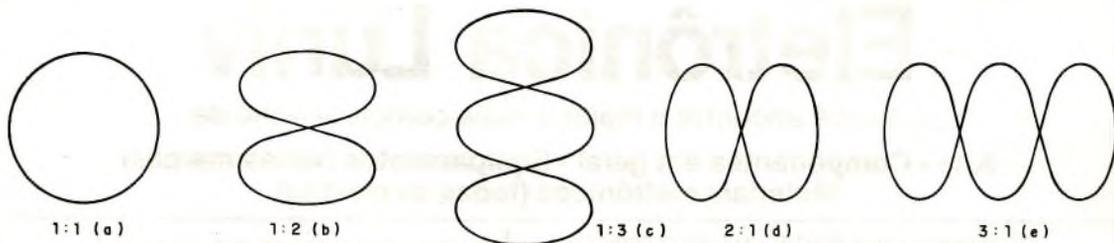

Figura 4
Logicamente, o sinal que serve de referência deve ter a frequência conhecida. Cabe aqui dizer que o sinal de referência deve vir de um gerador que tenha um desempenho uniforme em toda faixa de frequências que se pretende analisar. Na realidade, a precisão da medição de frequência ou período, pelo processo das figuras de Lissajous, depende diretamente da calibração do gerador que serve de padrão. A figura 4 mostra algumas figuras de Lissajous quando se analisa um sinal senoidal.
O gerador que serve de padrão deve gerar também um sinal senoidal. Como pode-se observar na figura 4, a figura de Lissajous toma uma forma que é determinada pela relação entre a frequência do sinal que está sendo analisado e a frequência do sinal de referência. Em (a) a relação é de 1:1. Isto significa que a frequência do sinal analisado (desconhecido) é igual à frequência do sinal de referência. Se a frequência do sinal de referência é conhecida, então a frequência do sinal analisado também se tornará conhecida. Em (b) a frequência do sinal de referência é 2 vezes maior que a frequência do sinal analisado. Em (e) a relação é de 3:1. Isto significa que agora a frequência do sinal analisado é 3 vezes maior que o sinal de referência. Como se pode ver, tendo-se um gerador padrão que gere uma frequência de referência que pode ser ajustada dentro da faixa onde se encontra a frequência do sinal desconhecido, pode-se conseguir medir a frequência do sinal desconhecido com muito boa precisão. Se, após determinada a frequência de um sinal desconhecido, tornar-se necessária a determinação do período ou do tempo de um ciclo dessa onda, usa-se a mesma fórmula (1) dada anteriormente, só que transpondo os fatores F e T , e resultando na fórmula (2) dada abaixo!